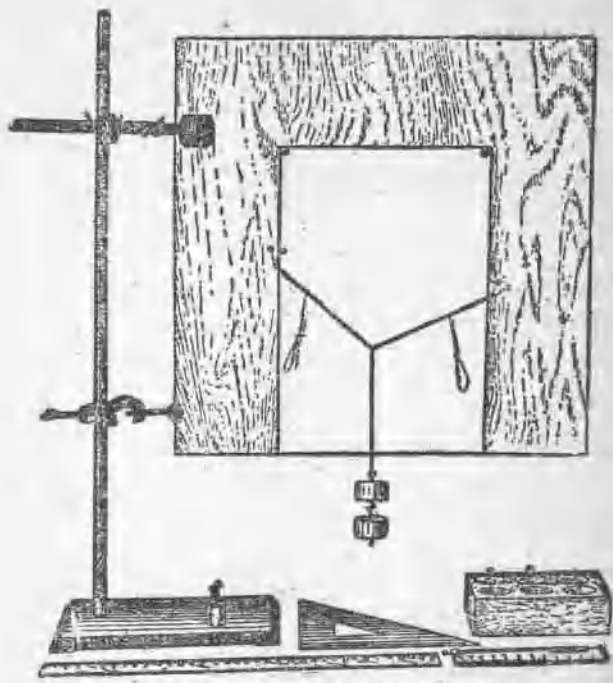

图1. 互成角度的两力的合成的实验装置。
3. 在木板上钉上两枚五分钉，把细绳的套环分别挂在钉上，在另一条细绳的套环上挂两个砝码，整个装置如图 1。